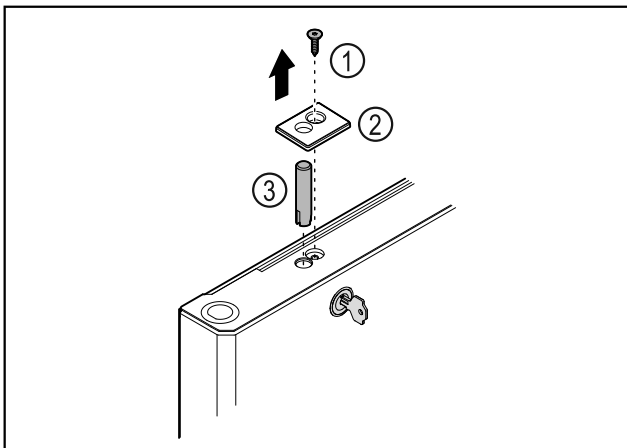

Fig. 43
► Retirar el tornillo Fig. 43 (1).
► Desencajar la cubierta Fig. 43 (2) con un destornillador pequeño y retirarla.
► Extraer el perno de cierre Fig. 43 (3).